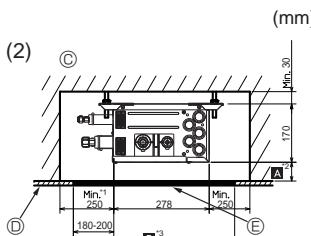
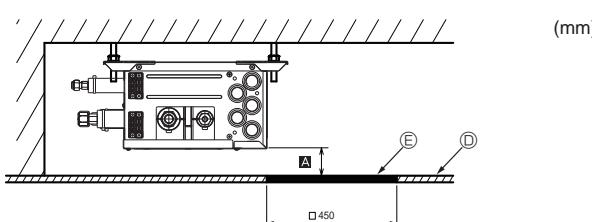

Fig. 4-7
Fig. 4-8
(2) Seitenansicht (Fig. 4-7, Fig. 4-8)
Bei "□ 450" bereiten Sie eine Wartungsöffnung an einer PCB-Seite vor (wie in Fig. 4-8 gezeigt), und "Min. 300 mm" ist für den Abstand Ⓒ erforderlich.